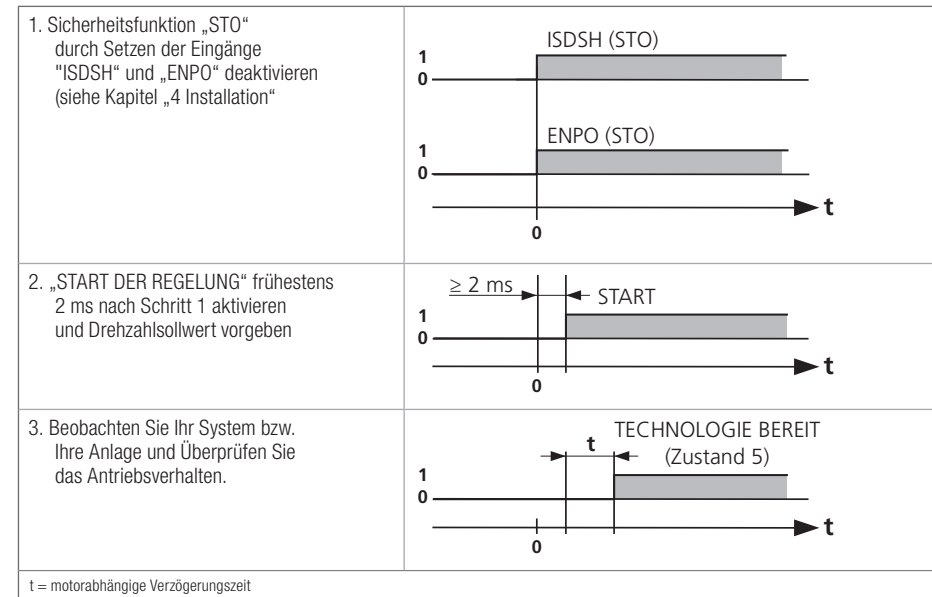

Bild 5.1 Einschaltsequenz
Für Schritt 1 aus Tabelle Bild 5.1 müssen mindestens die beiden Eingänge „ISDSH“ und „ENPO“ der Klemme X4 beschaltet sein.
Schritt 2 aus Tabelle Bild 5.1 am besten über das Fenster „Handbetrieb“ des Moog DRIVEADMINISTRATOR 5 ausführen, Details finden Sie in der Hilfe Moog DRIVEADMINISTRATOR.